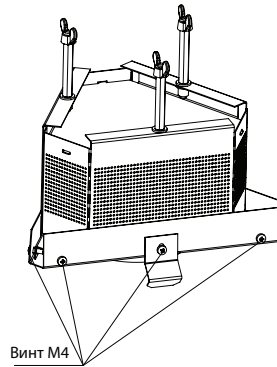

Рис.11 - Установка винтов на дожигатель
- На дожигатель наживите винты для установки в пазы верхних профилей (Рис. 11);